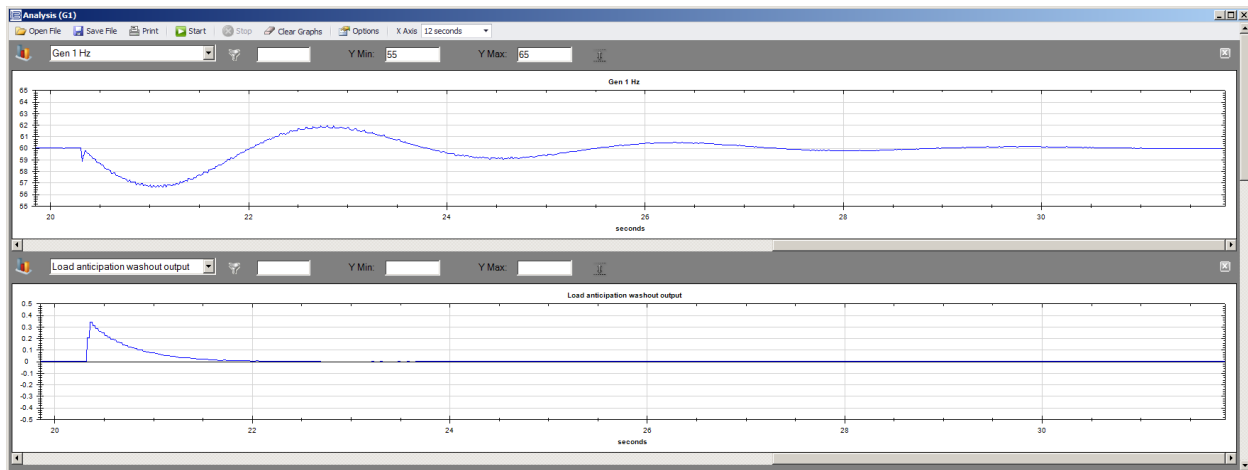

Abbildung 22-3. Washout nur aktiv im ersten Teil des Einschwingprozesses
3. Aktivieren Sie die Lasterwartungsfunktion. Stellen Sie das Analysefenster so ein, dass Gen Hz und Lasterwartung Washout Ausgang aufgezeichnet werden. Legen Sie eine Last an. Siehe Abbildung 22-3. Überprüfen Sie, dass der Washout Ausgang fast vollständig abgeklungen ist, bevor die Drehzahl das erste Mal auf den Nennwert zurückkehrt. Die Lasterwartungsfunktion unterstützt den Drehzahlregler während des ersten Teils des Einschwingprozesses, bevor der Drehzahlabfall gemessen wird. Danach werden Änderungen durch die normale Arbeitsweise des Drehzahlreglers kompensiert.